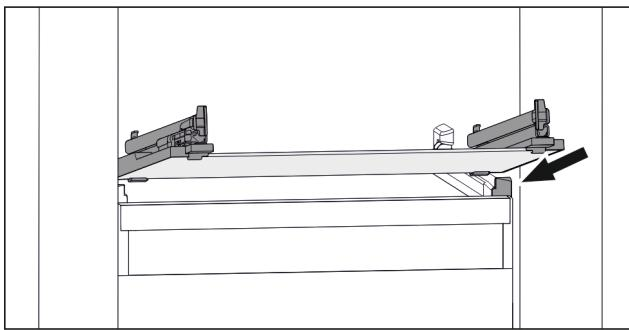

Fig. 140 Primjerni prikaz staklene ploče
- Stavite ladicu ukoso iza zaustavljača. (pogledajte Fig. 140)